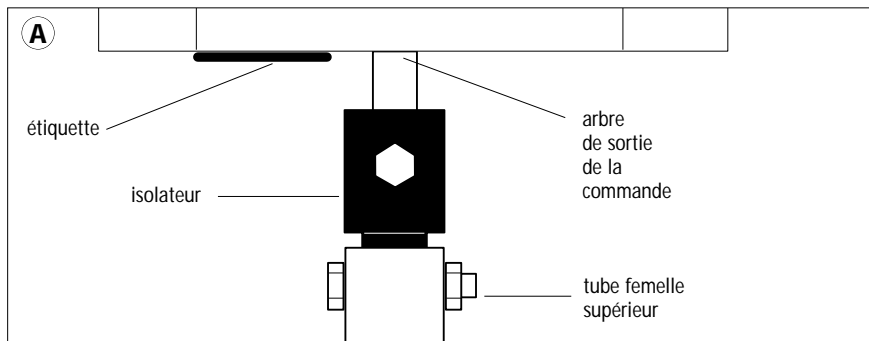

fig. 12
- Monter l'isolateur sur le tube supérieur de la tringlerie (fig.12).
- Raccorder l'ensemble sur l'arbre de sortie du mécanisme de l'interrupteur en vérifiant la bonne position de ce dernier par rapport à l'étiquette située sous le capot du mécanisme (fig.12).